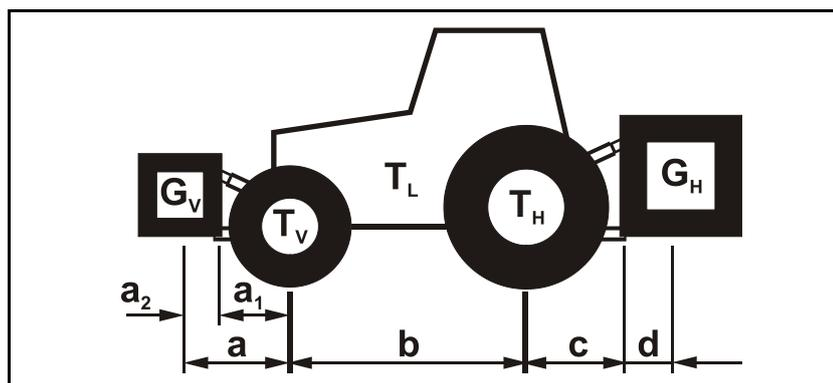

Fig. 58
6. Desserrez le graisseur (Fig. 58/1) et introduisez l'arbre à cardan (Fig. 58/2).
7. Fixez la mâchoire d'accouplement (Fig. 58/3) avec la vis à cisaillement (Fig. 58/4).
8. Resserrez le graisseur (Fig. 58/1).